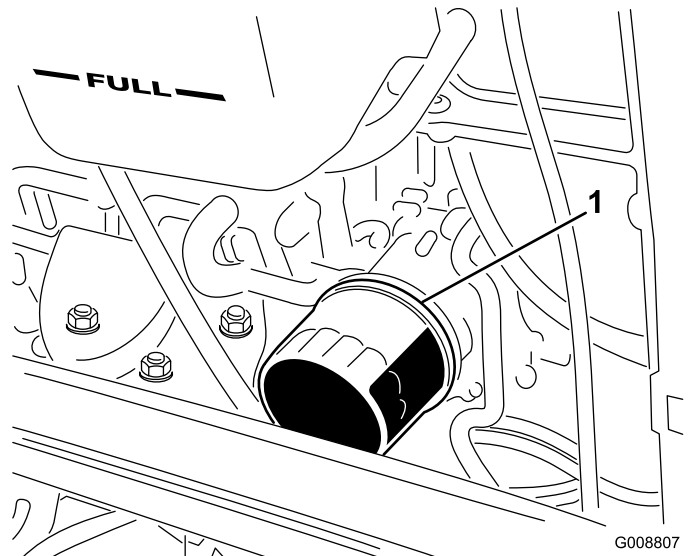

Bild 92
4. Entfernen Sie den Ölfilter (Bild 92).